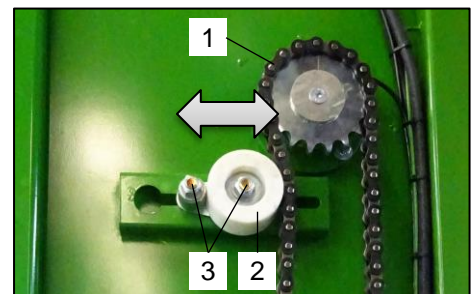

Bild 63: Spannklötz
Zum Nachspannen der Rollenketten (Bild 63 / Pos.1) muss wie folgt vorgegangen werden:
- Lösen Sie die beiden Muttern (Bild 63 / Pos.3).
- Spannen Sie die Rollenkette (Bild 63 / Pos.1) durch Verschieben des Spannklötzes (Bild 63 / Pos.2).
- Ziehen Sie nach dem Einstellen die beiden Muttern (Bild 63 / Pos.3) wieder fest an.